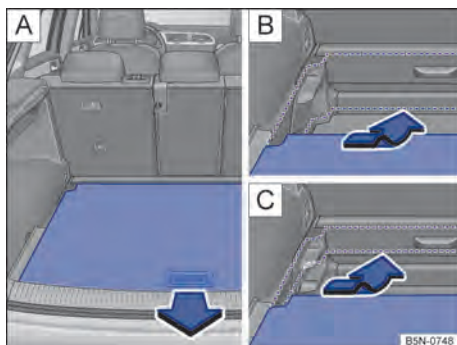

Fig. 191 No compartimento de bagagem: ajustar o assoalho do compartimento de bagagem na altura
- Levantar o assoalho do compartimento de bagagem e puxar para trás tirando dos guias nos lados do compartimento de bagagem → Fig. 191 A.
- Colocar o assoalho do compartimento de bagagem nas guias da altura desejada e puxar para frente até o batente → Fig. 191 B, C.
- Tirar o assoalho do compartimento de bagagem para fora das guias laterais puxando para trás pela alça → Fig. 191.